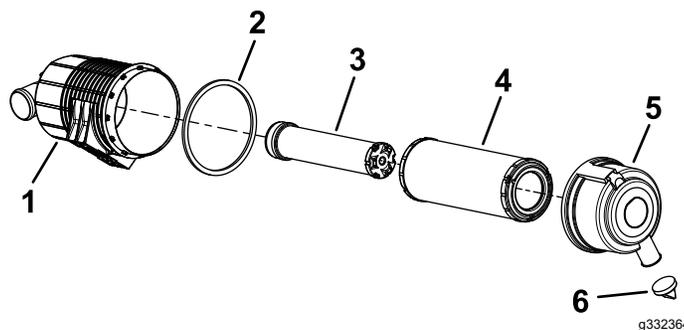

Рисунок 40
5. Обслужите фильтр воздухоочистителя и предохранительного элемента, когда появится соответствующее предупреждение (Рисунок 40).